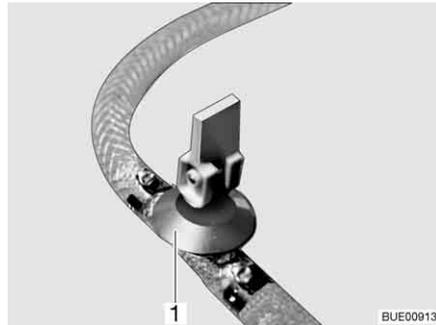

Fig. 183 Llave de desagüe
- Cerrar la(s) llave(s) de desagüe. Colocar para ello el balancín (Fig. 183,1) en posición horizontal.
- Abrir la(s) llave(s) de desagüe (Fig. 183). Colocar para ello el balancín (Fig. 183,1) en posición vertical. La caldera se vacía hacia fuera.